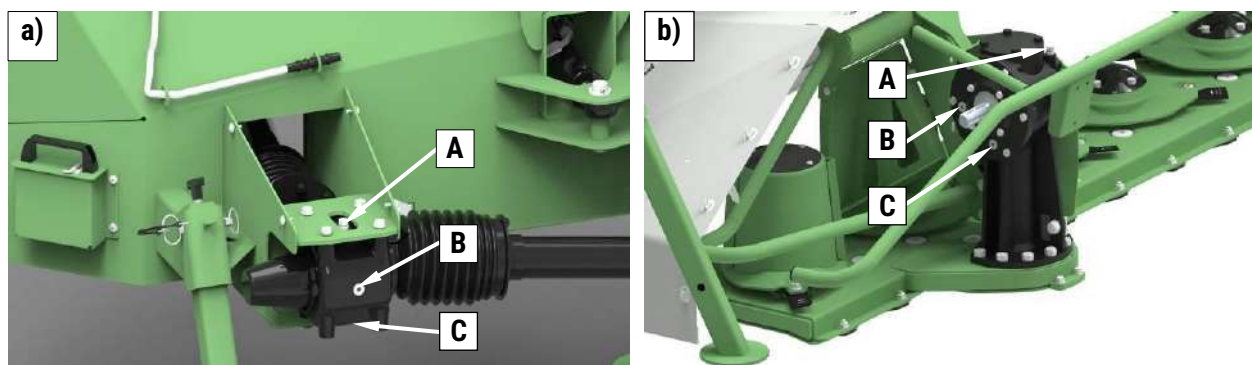

Рис. 30. Точки контроля и замены масла в угловых передачах
Каждый день перед началом работы следует проверить уровень масла и по мере необходимости пополнить его после выкручивания пробки **A** (Рис. 30а, б) в верхней части передачи. Уровень масла проверяем выкручивая контрольную пробку **B** сбоку передачи. Если масла слишком мало, вливаем масло до момента его появления в контрольном отверстии **B**. Количество масла в передачи 110-01.111.L (Рис. 30а) и в передачи 054-02.10CB.R (Рис. 30б) ок. 1 литр. Уровень масла проверяем после установления режущего бруса горизонтально на поверхности. Пробка **C** предназначена для спуска масла.
- ❑ Открутить заливную пробку **А** (Рис. 30),